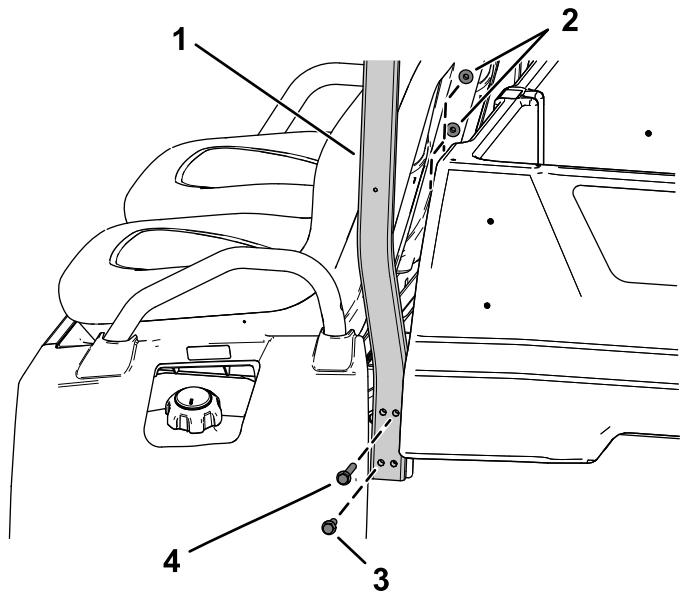

图12
- 如 图12 所示用 2 个凸缘头螺栓 $\frac{3}{8} \times 3\frac{1}{2}$ 英寸、2 个凸缘头螺栓 $\frac{3}{8} \times 1\frac{1}{4}$ 英寸和 4 个锁紧螺母 $\frac{3}{8}$ 英寸松松地安装 2 个后安装管。